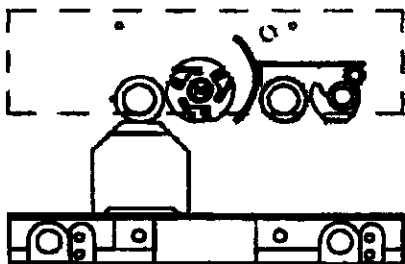

Figura 15 – Rodillo de salida con bloque de ajuste
- Retire la lámina calibradora y deslice el bloque de ajuste por debajo del rodillo de salida (véase la Figura 15). El rodillo de salida debe apenas hacer contacto con el bloque de ajuste. Si el rodillo de salida está demasiado alto o bajo, afloje la tuerca hexagonal del tornillo de fijación (Figura 19, Claves No. 3 y 29) debajo del rodillo de salida. Gire el tornillo de fijación para situar adecuadamente el rodillo de salida. Asegure la posición apretando la tuerca hexagonal del tornillo de fijación.